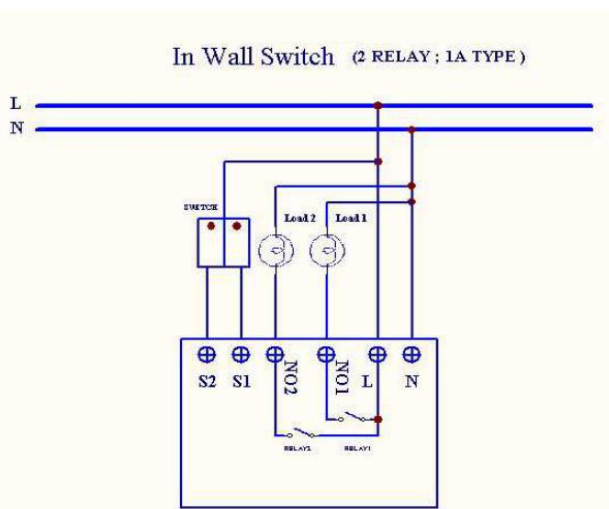

Fig 1. Montagem
2. Conecte o interruptor de parede ao iZOFC22 como Fig1.